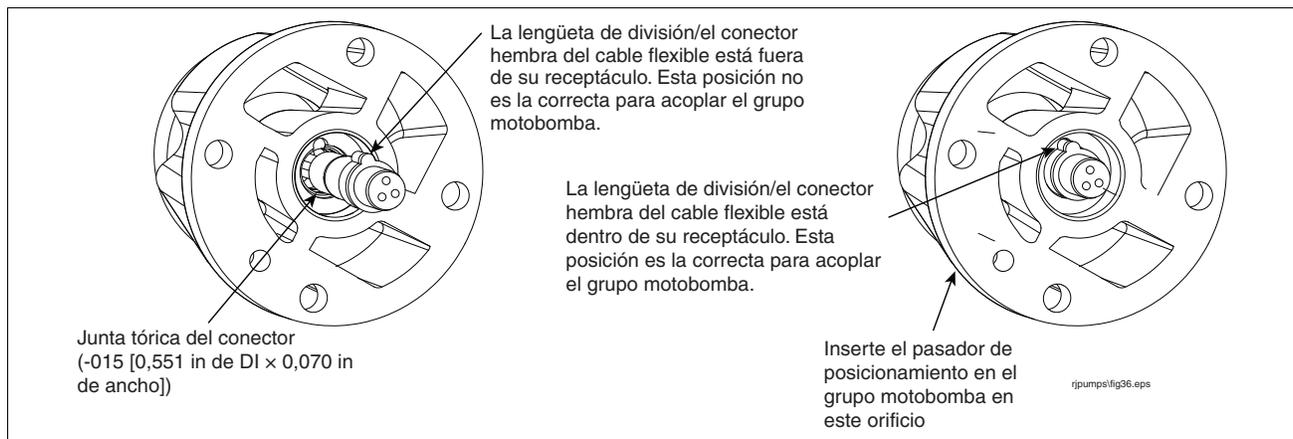

Figura 28. Compruebe que el conector hembra del cable flexible esté bien colocado
8. Tire del conector del cable flexible de la cabeza de descarga hacia afuera lo bastante para ver la junta tórica ubicada en la pared lateral de su receptáculo (véase la Figura 28). Quite la junta tórica del conector del receptáculo del conector y deséchela. Coja una junta tórica de 0,551 in de DI x 0,070 in de ancho del juego de piezas de sellado y ferretería y lubríquela con vaselina. Deslice la junta tórica nueva por el conector del cable flexible y métala en la ranura de la pared del receptáculo del conector. Lubrique el cuerpo del conector del cable flexible con vaselina y colóquelo de nuevo en su receptáculo, asegurándose de que la lengüeta de división se encuentra en la muesca del receptáculo.
10. Alinee el pasador de posicionamiento para que se introduzca en el orificio correspondiente de la cabeza de descarga (véase la Figura 28) y coloque el grupo motobomba en su sitio empujando con la mano solamente. Antes de instalar los pernos de retención del grupo motobomba, este debe estar aparejado con la cabeza de descarga.
11. Meta los cables flexibles por el receptáculo del conector hasta que salgan por el compartimento de cables del empaquetador. En el extremo de descarga (conector) del cable flexible, aplique un poco de vaselina en la superficie exterior del conector y métalo en su receptáculo, que se encuentra en la cabeza de descarga. Procure alinear la lengüeta de división del conector con la muesca del receptáculo tal y como se muestra en el dibujo de la derecha de la Figura 28 en la página 34.
13. Alinee el pasador de posicionamiento para que se introduzca en el orificio correspondiente de la cabeza de descarga (de nuevo, véase la Figura 28 en la página 34) y coloque el grupo motobomba en su sitio empujando con la mano solamente. Antes de instalar los pernos de retención del grupo motobomba, este debe estar aparejado con la cabeza de descarga.